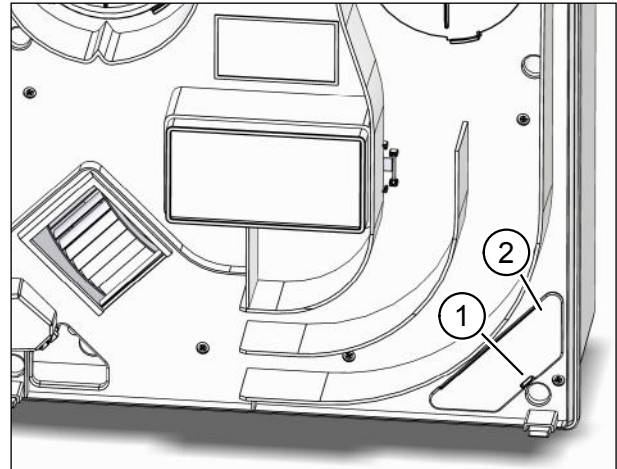

Abb. 25: Netzwerkdeckel abnehmen
- ▶ Drücken Sie den Rasthaken (Pos. 1 in Abb. 25) des Netzwerkdeckels (Pos. 2 in Abb. 25) leicht zur Gerätemitte und heben Sie den Netzwerkdeckel ab.